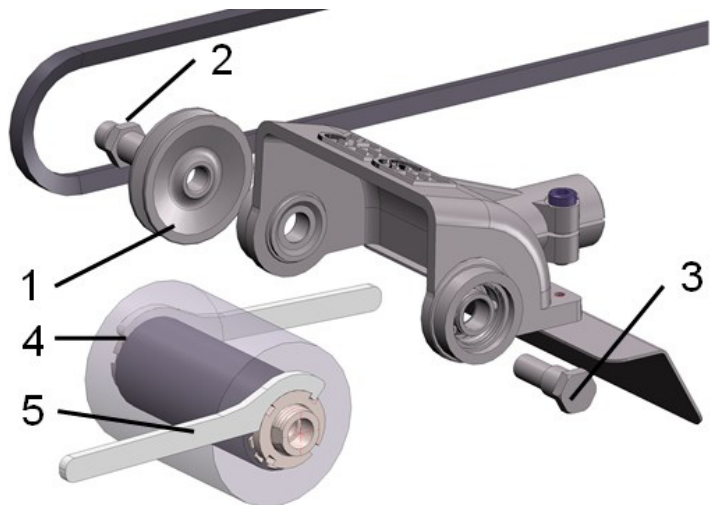

Abb. 13: Rundbürste wechseln
- > Schrauben Sie die Keilriemenscheibe (1 – Abb.13) ab. Nehmen Sie eine Spitzzange zur Hilfe und setzen Sie diese in die seitlichen Bohrungen der Keilriemenscheibe.
- > Schrauben Sie die Lagerwelle kurz (3 – Abb.13) und die Lagerwelle lang (2 – Abb.13) heraus.